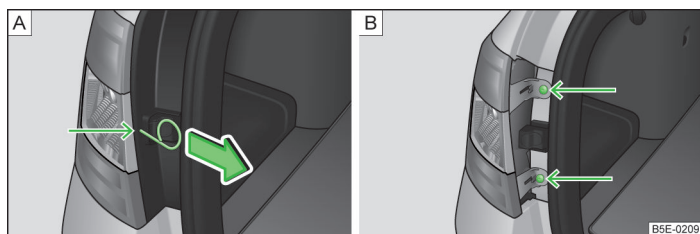

Fig. 233 Smontaggio coperchio/luci
- Inserire la staffa per l'estrazione dei copriuota integrali » pagina 248, *Attrezzatura di bordo* nei fori sul punto contraddistinto dalla freccia » fig. 233 - [A].
- Estrarre il coperchio nella direzione indicata dalla freccia » fig. 233 - [A].
- Svitare le luci utilizzando la chiave presente nell'attrezzatura di bordo » fig. 233 - [B].